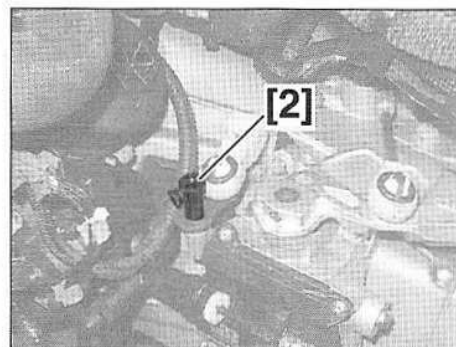

FIG.20
- Immobiliser l'axe de sélection à l'aide de l'outil [2] (Fig.20).